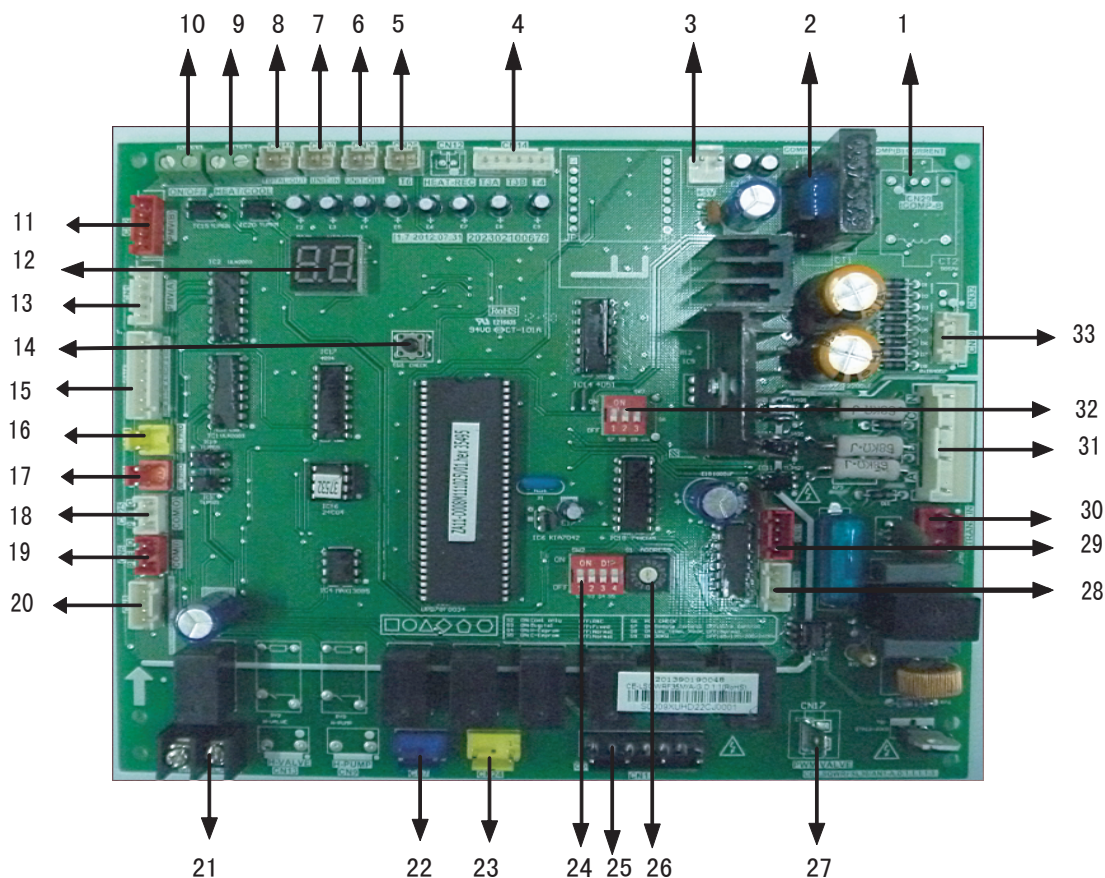

Рис. 5-4
5.5.3 Иллюстративная схема управления главным щитом управления (см. рис. 5-4)
5.6 Подробное описание деталей, представленных на рис. 5-4